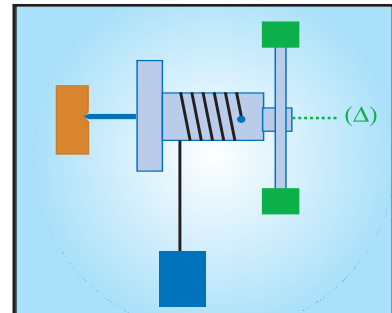

Fig .22
- Solide mobile autour d'un axe horizontal (avec un très faible frottement) mis en mouvement par un fil passant sur une poulie et un corps accroché (Fig.22).